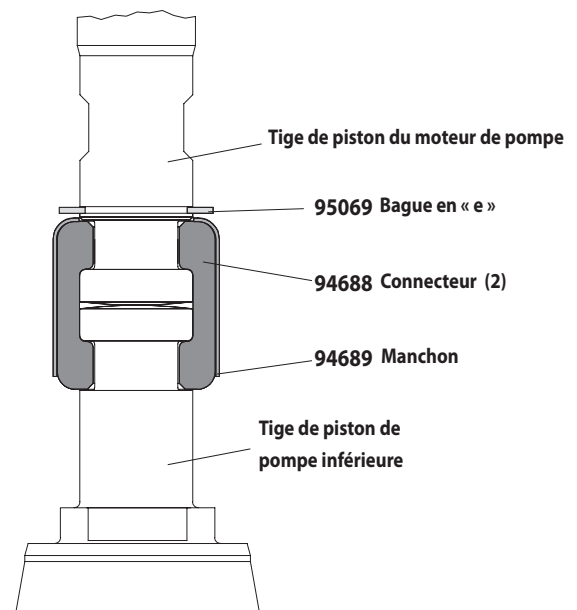

Figure 2
- À l'aide de la pince à circlips-e, glissez la (95069) bague de "e" retenue assez loin pour permettre à la manche pour se déplacer vers le haut et relâchez les deux connecteurs (voir figure 2). Mettre de côté le moteur pneumatique.